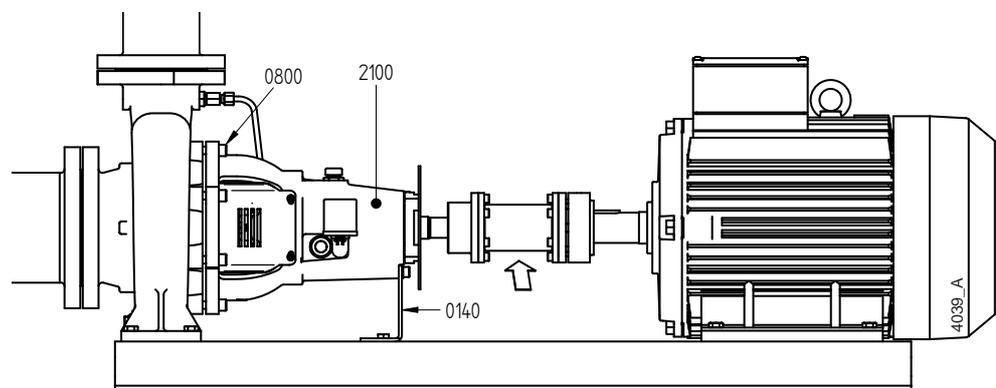

Figura 17: Principio "Back Pull Out".
- 3 Smontare il sostegno del supporto cuscinetti (0140) dal basamento. Vedere la figura 17.